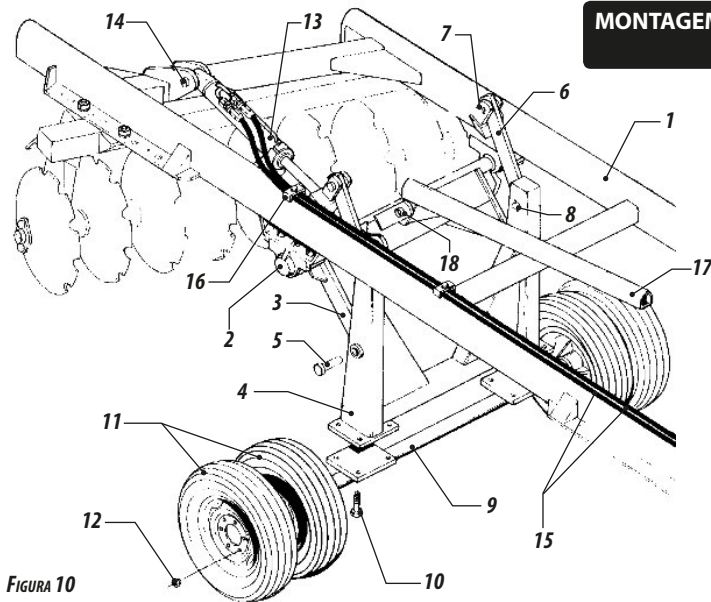

FIGURA 10
- Acoplar os cubos item 2, **figura 10**, no eixo de articulação item 3, fixar os cubos no montante item 1 com os parafusos. Colocar o suporte do eixo de articulação item 4 no eixo de articulação item 3 através dos pinos item 5. Colocar as chapas do suporte item 6 no engate do montante através do pino item 7 e no suporte do eixo com o pino item 8. Fixar a roda montada item 9, no suporte do eixo de articulação com os parafusos item 10.
- Fixar as rodas item 11, no eixo item 9 através das porcas item 10.
- Colocar o pistão de articulação item 13 com os pinos item 14, acoplar as mangueiras item 15 no pistão conforme **figura 10**, e fixá-las na armação item 1 com as presilhas item 16.
- Colocar a barra transversal item 17 no eixo de articulação com o pino item 18.